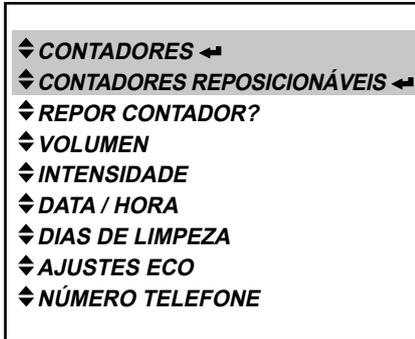

Fig. 55
- Ative o modo de funcionamento do menu «CONTADORES» ou o menu «CONTADORES REPOSICIONÁVEIS» e pressione a tecla Enter ↵ para acessar. (Fig. 55) O display exibe a soma total de todas as bebidas tiradas: